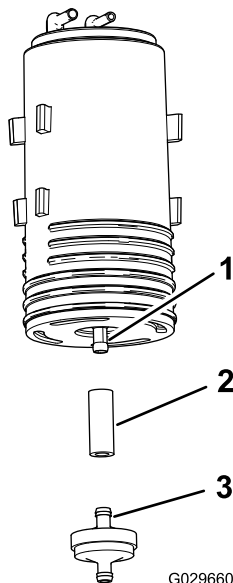

**Figura 47**
3. Levante o recipiente de carbono da montagem do recipiente de carbono no depósito de combustível (**Figura 47**).
7. Insira o novo recipiente de carbono na montagem do recipiente de carbono do depósito de combustível com as uniões purga e depósito de combustível alinhadas para trás (Figura 47).